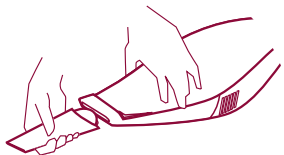

図7
- 狭い場所で埃や固形物を吸引するには、付属品Eをご使用ください。（図7）